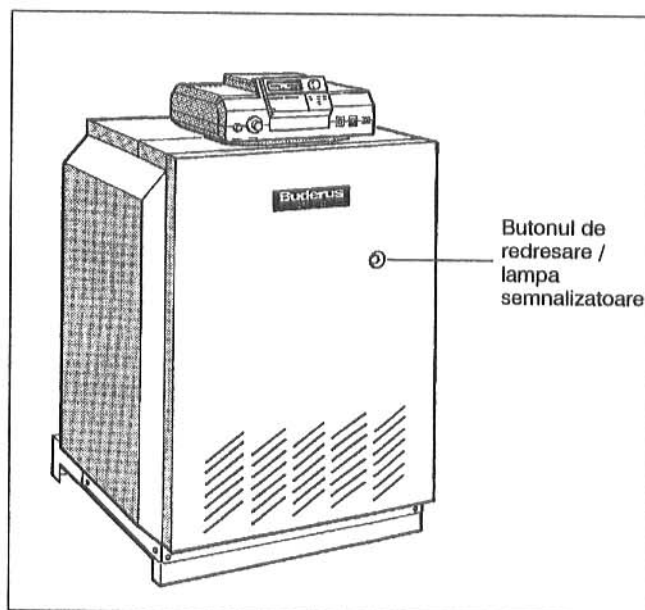

Fig. 6: Butonul de redresare
- Dacă lampa semnalizatoare de la butonul de redresare luminează (Fig. 6), se apasă pe buton.